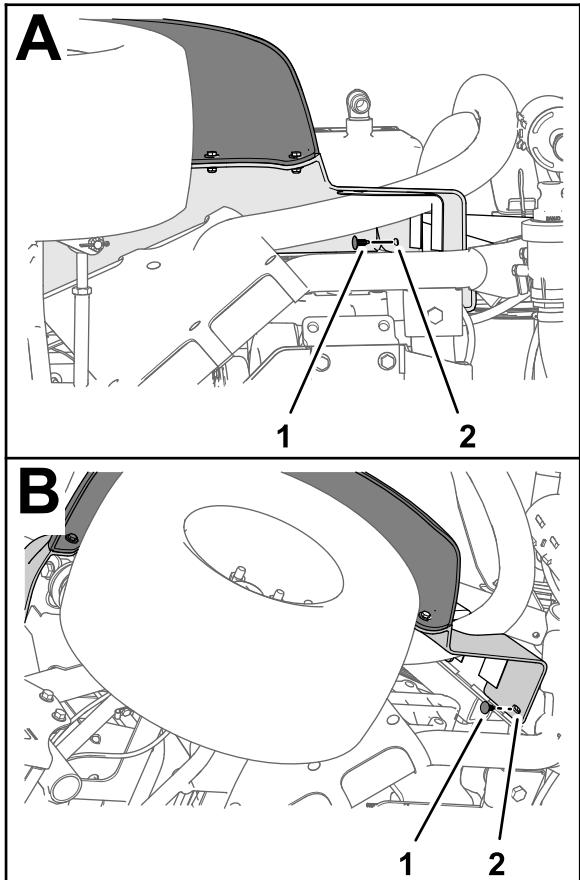

Figura 218
- Fissate il parafango al profilato del telaio con 2 dispositivi di fissaggio a spinta (Figura 218).